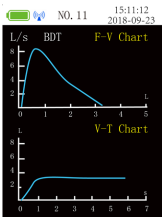

Figure 5 Graphique débit-volume et graphique volume-temps
c. « Flow rate-volume chart » (Graphique Débit-Volume) et « Volume-time chart » (Graphique Volume-Temps) représentés dans la Figure 5 s'affichent après avoir appuyé sur les touches HAUT ou BAS dans l'interface des paramètres principaux, la Figure 4 et la Figure 5 étant l'interface principale.